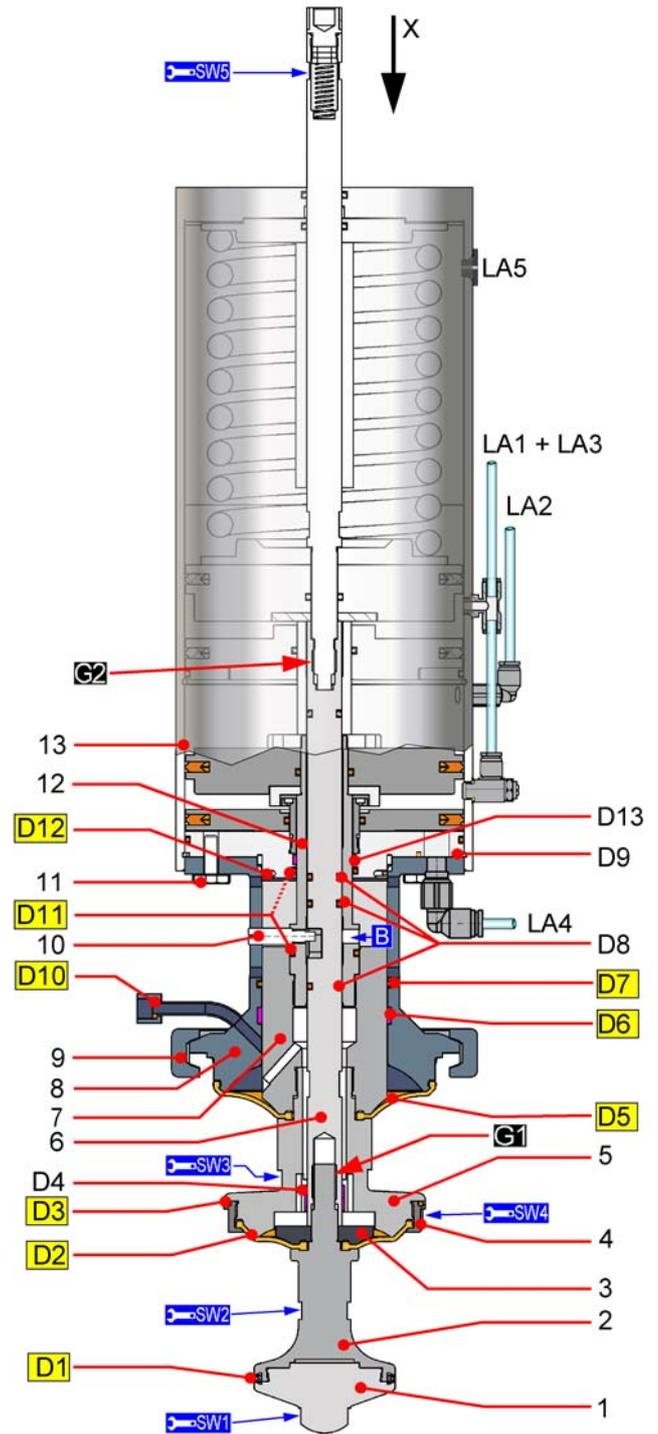

Abb. 6
- Schrauben (11) nur anlegen, damit beim Einbau der Kolben (7) keine Spannungen entstehen.
- Kolben (7) in die Kolbenstange (12) bis zum metallischen Anschlag einschrauben, dabei mit Hilfe eines Rundstahles an Bohrung (B2) gegenhalten.
- Unteren Kolben (2) in die Spindel (6) einschrauben.
- Spindel (6), Kolbenstange (12) und Laterne (8) zentrieren, dass die Nut in der Spindel (6) und das Gewinde in der Kolbenstange (12) übereinander stehen. (Abb. 6 /Seite 12)
- Schaftschraube (10) einschrauben.
- Schrauben (11) festziehen.
- Steuerluft an (LA4) anschließen, der Kolbenteller (5) wird getaktet.
- Die Membran (D5) auf die Laterne (8) aufknüpfen.